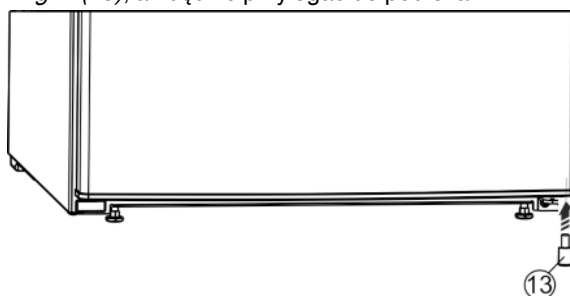

Fig. 9
- ▶ Element dystansowy *Fig. 9 (13)* włożyć ponownie do drzwi na dole po prawej stronie, ponieważ jest on istotny dla zachowania stabilności urządzenia.